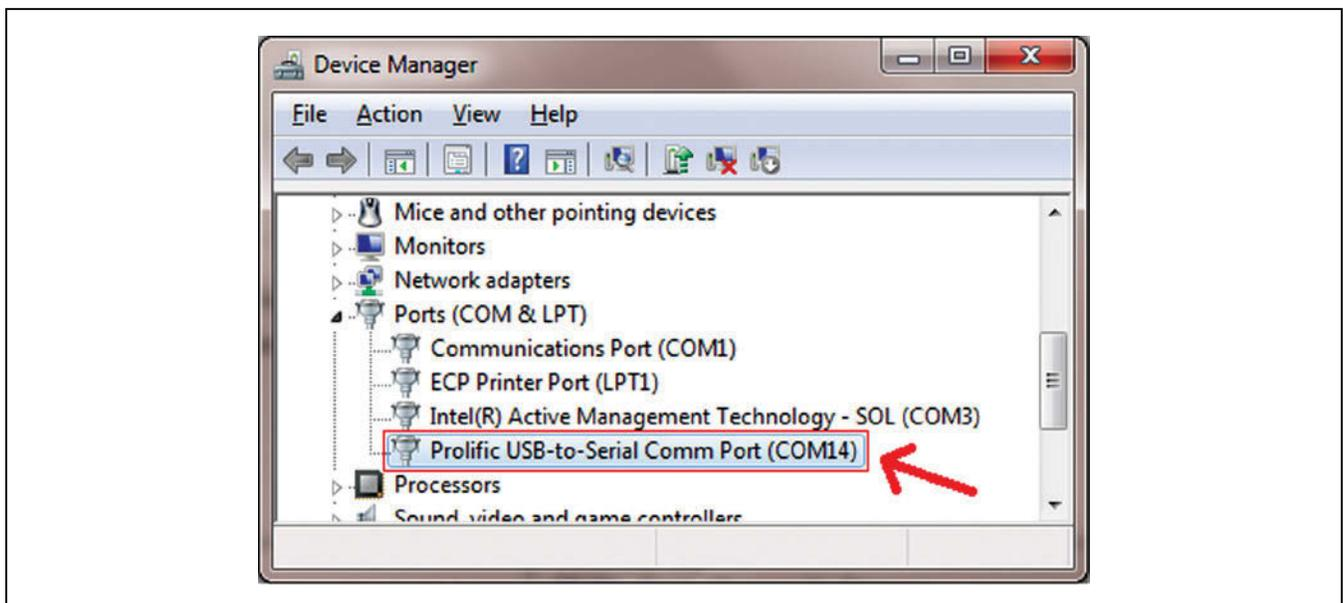

図1. DS9400のCOMポート
- 2) DS9400 USB-I2Cアダプタは、Prolific PL-2303HXD とマイクロコントローラの両方を使用して、任意のコンピュータ上でI2Cポートを提供します。DS9400をコンピュータの空きUSBポートに装着することによって、仮想COMポートが正常にインストールされていることを確認してください。**Control Panel\System|Device Manager** を開き、**Ports (COM & LPT)** を展開して、COMポートをチェックしてください。ドライバが正常にインストールされている場合は、図1に示す例のようにドライバが表示されます。COMポートの番号は異なる可能性があることに注意してください。